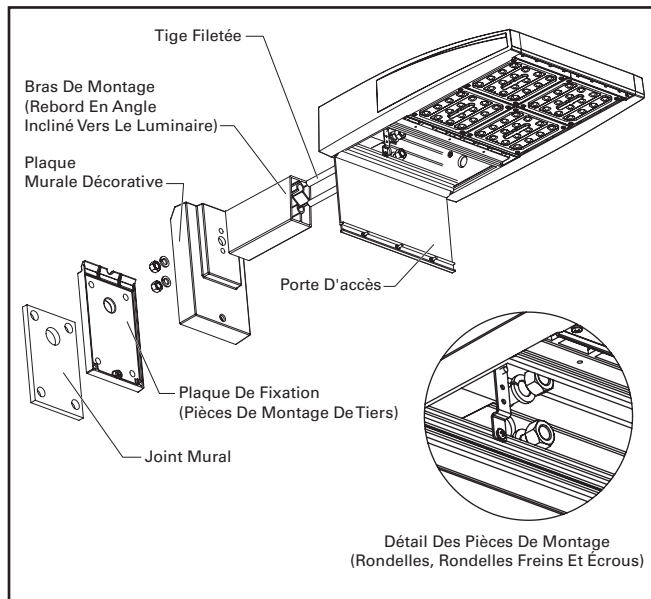

Figure 2.
1. Desserrez les (3) vis de la porte d'accès du luminaire et ouvrez la porte.
4. Glissez le bras sur les boulons comme illustré à la Figure 2. Faites en sorte que le rebord en angle du bras s'ajuste à l'angle à l'arrière du luminaire de manière à ce que l'ensemble soit de niveau. Le plus long côté du bras doit se trouver au sommet du luminaire.